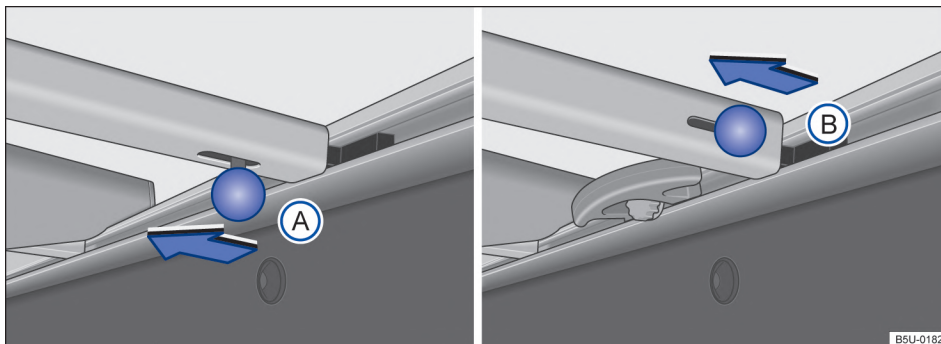
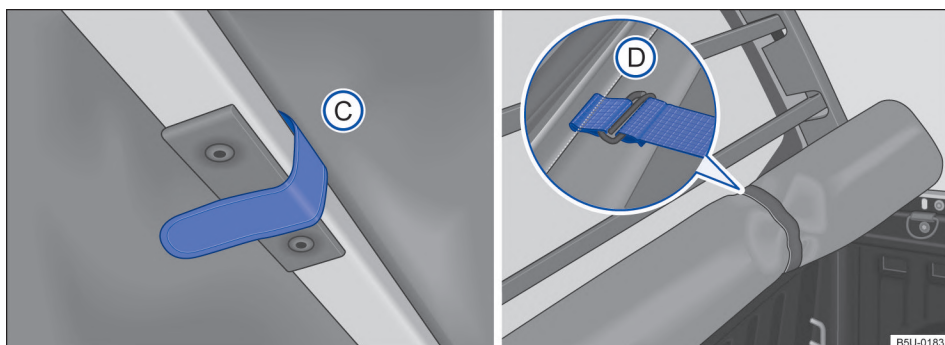

Fig. 50 Travesaños en el compartimento de carga: **(A)** vehículos con soportes de amarre fijos, **(B)** vehículos con soportes de amarre deslizantes.
Fig. 51 En el compartimento de carga: tira de fijación y capota marítima correctamente recogida.
- Para la remoción del tipo (A) o (B), desplazar el perno de bloqueo en el sentido de la flecha → fig. 50. Para remover el travesaño que está cerca de la luneta, se necesita soltar las tiras de fijación de la capota → fig. 51 (C).
- Después de recoger totalmente la capota, sujétela con las cintas de fijación (D).
- Para desmontar el travesaño que está cerca de la luneta, es necesario soltar las tiras de fijación de la capota → **fig. 51** ③, y hacer el mismo procedimiento anterior para desmontar el travesaño (cuando exista más de un travesaño).
- Después de recoger totalmente la capota, sujétela con las cintas de fijación → **fig. 51** ④.